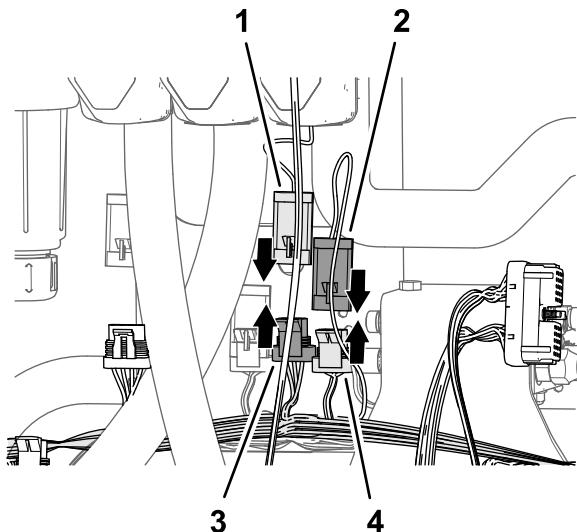

Рисунок 86
2. Подсоедините 3-штыревой разъем ответвления жгута проводов длиной 89 см из комплекта с маркировкой MASTER VALVE (ГЛАВНЫЙ КЛАПАН) к 3-гнездовому разъему жгута проводов машины с маркировкой MASTER SPRAY VALVE (ГЛАВНЫЙ КЛАПАН ОПРЫСКИВАТЕЛЯ) (Рисунок 86).
3. Подсоедините 3-штыревой разъем привода главного клапана опрыскивателя к 3-гнездовому разъему ответвления жгута проводов длиной 89 см из комплекта с маркировкой MASTER VALVE (главный клапан) (Рисунок 86).